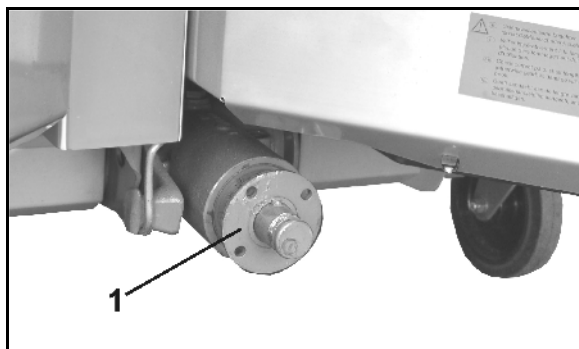

Bild 37
2. Gör rent växellådans ingående axel (Bild 37/1).
4. Skruva ut stoppskruven (Bild 37/6).
5. Vrid skyddstratten (Bild 37/2) till monteringsläget (Bild 37/7).
7. Lossa låsmuttern (Bild 37/3) i ledgaffeln från friktionskopplingen (till dess att gängstiftet inte längre skjuter ut över låsmuttern), dra ut insexgängstiftet (Bild 37/4) och kontrollera om anslutningsgaffeln lätt kan skjutas upp på drivaxeln.
Se till att passkil (Bild 37/5) täcks ordentligt!
9. Säkra kraftöverföringsaxeln mot axialförskjutning. Dra åt gängstiftet ordentligt med insexnyckel och kontra med mutter (Bild 37/3).
2. Lossa låsmuttern (Bild 37/3) i ledgaffeln från friktionskopplingen. Dra ut gängstiftet (Bild 37/4).